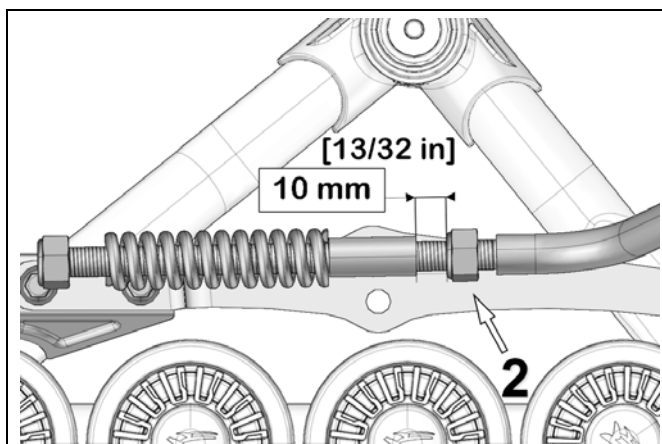

Abbildung 11
- Stellen Sie Mutter (2) ein, um einen Abstand von 10 mm zwischen Mutter und der Stabilisierungsarmführung, wie in Abbildung 11 dargestellt, zu erzielen.